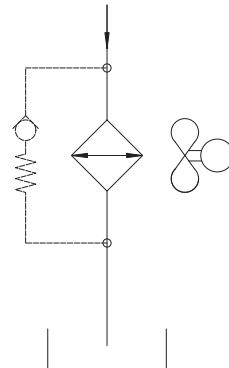

Fig.2
Si raccomanda l'installazione di una valvola di by-pass (vedi fig. 2) a protezione dello scambiatore dall'innalzamento della pressione dovuta alla elevata viscosità del fluido durante le partenze a freddo.
*We recommend installing a by-pass valve see fig. 2 ) to protect the exchanger from over-pressure generated when the plants is started up due to high oil viscosity.*